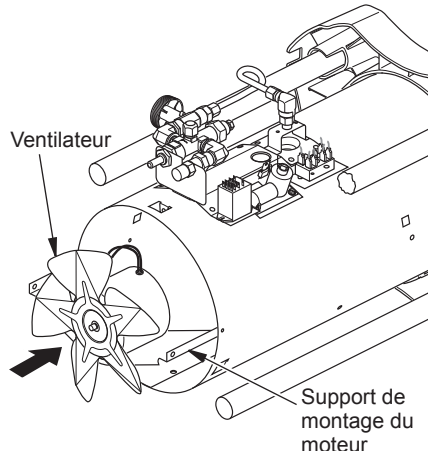

Figure 8 - Ventilateur et moteur retournés pour le nettoyage
- Retournez le moteur et le ventilateur. Placez le moteur et le ventilateur dans l'habillage par l'arrière. *Remarque : Le moteur ira dans l'habillage en premier (voir figure 8).*
- Alignez les trous de montage arrière de l'habillage avec le premier trou sur chaque côté du support de montage du moteur (voir figure 8). *Remarque : Quand les trous sont alignés, le ventilateur doit être en dehors de l'habillage.*